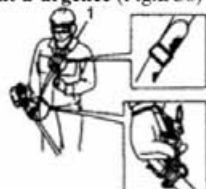

Fig.BC7
4.6- Utilisation du harnais (Fig.BC7) et Dégagement d'urgence (Fig.BC8)